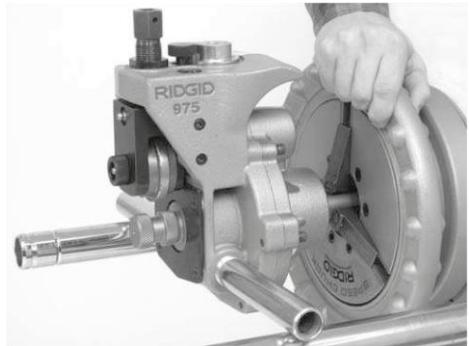

Figura 3 - Instalação da ranhuradora combinado 975 num acionamento elétrico RIDGID 300
2. Coloque os braços de apoio da ranhuradora de tubo sobre os braços de apoio do acionamento elétrico e a ponta do eixo de acionamento da ranhuradora de tubos no mandril da máquina. Feche e aperte o mandril do acionamento elétrico sobre as partes planas do eixo de acionamento. Assegure-se de que o eixo de acionamento esteja centralizado no mandril. Gire a roda do mandril repetidas vezes com força no sentido anti-horário para fixar o eixo de acionamento firmemente (*Figura 3*).